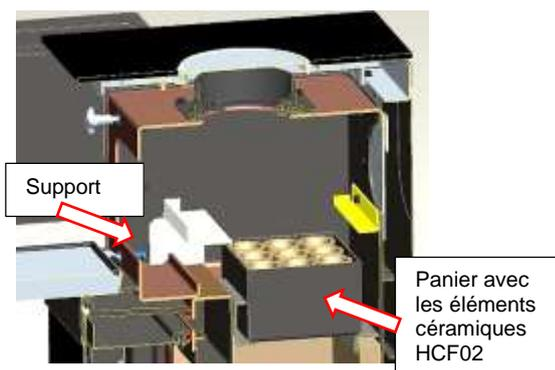

Fig. 10 : insertion support, éléments céramiques HCF02
3. **Montage des éléments céramiques HCF02** : insérer les supports et les deux paniers avec les éléments céramiques HCF02 (Fig. 10)